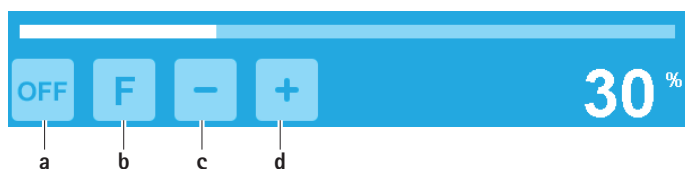

Fig. 7 Activar la bomba de líquido refrigerante y de irrigación/función "Lavado"
- ▶ Activar la bomba de líquido refrigerante y de irrigación: Accionar la tecla para conectar la bomba **a**, ver Fig. 7.
- ▶ Desactivar la bomba de líquido refrigerante y de irrigación: Accionar la tecla para desconectar la bomba **a**, ver Fig. 7.